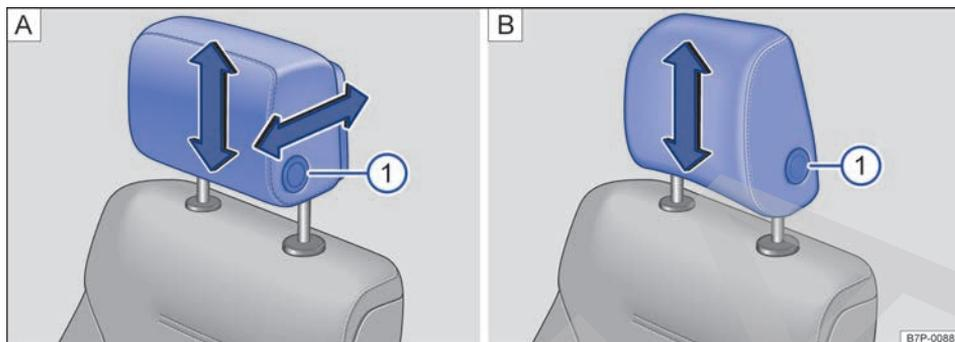
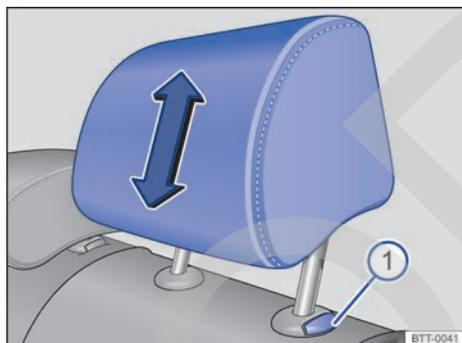

Fig. 60 Ajuste de los apoyacabezas delanteros: A) Apoyacabezas con ajuste longitudinal y B) apoyacabezas sin ajuste longitudinal.
Fig. 61 Ajuste de los apoyacabezas traseros.
- Desplace el apoyacabezas en el sentido de una de las flechas verticales: o bien hacia arriba, o bien hacia abajo a la vez que presiona la tecla → fig. 60 ① o → fig. 61 ① → ⚠️.
- Desplace el apoyacabezas en el sentido de una de las flechas horizontales: o bien hacia delante, o bien hacia atrás a la vez que presiona la tecla → fig. 60 A ①.